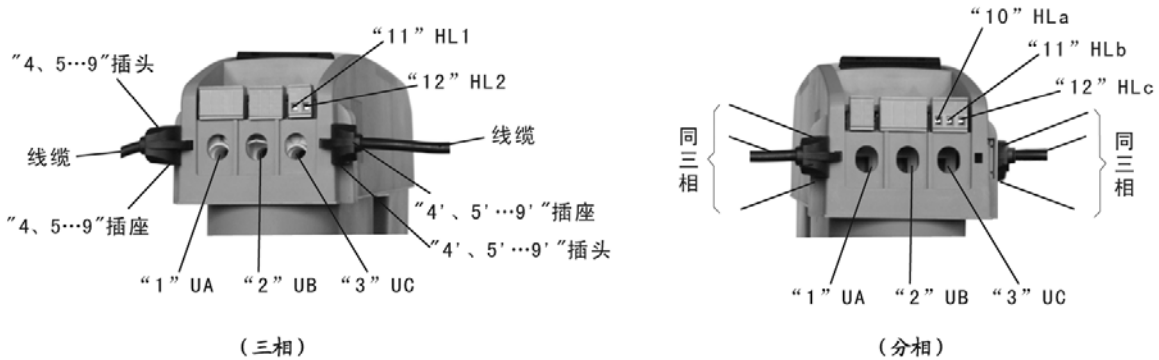

图6 端子及接插件在产品上的位置
- 端子及接插件在产品上的位置如下图6所示。
\* 图6中RS-485的A、B和取样电流的Ib、Ib' 或Ia、Ib、Ic均有左右两个插座引出，其内部互相并接。